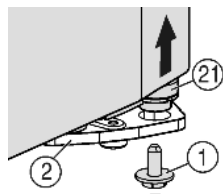
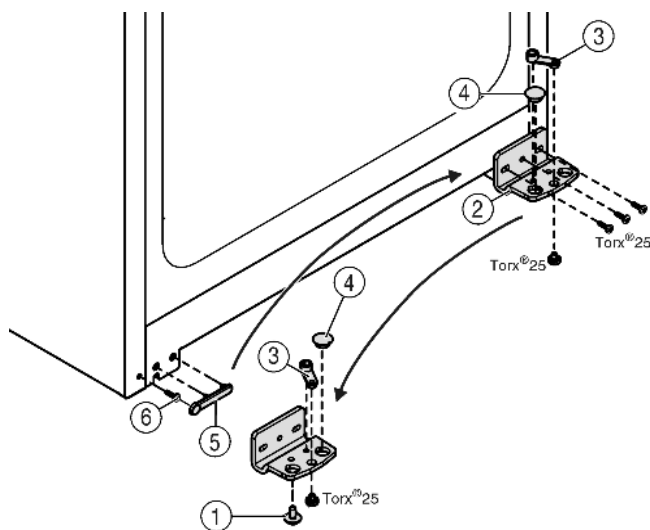

Fig. 4
Fig. 5
- ▶ Внизу справа на опорном кронштейне выкрутите фиксирующий винт *Fig. 4 (1)*.
- ▷ Опорный палец *Fig. 4 (21)* можно извлечь из опорного кронштейна *Fig. 5 (2)*.
- ▶ Если не удастся извлечь опорный палец *Fig. 4 (21)*, нажмите на него снизу.
- ▶ Открутите опорный кронштейн *Fig. 5 (2)*.
- ▶ Открутите опорную деталь *Fig. 5 (3)* и, переставив в отверстие на противоположной стороне опорного кронштейна, снова прикрутите.
- ▶ Извлеките заглушку *Fig. 5 (4)* из опорного кронштейна и переставьте ее в отверстие на противоположной стороне опорного кронштейна.
- ▶ Осторожно снимите крышку со стороны ручки *Fig. 5 (5)*.
- ▶ Выкрутите болт *Fig. 5 (6)* и вкрутите на противоположную сторону.
- ▶ Снова установите крышку *Fig. 5 (5)*.
- ▶ Снова прикрутите опорный кронштейн *Fig. 5 (2)* на новой стороне шарнира (с моментом 4 Нм). При необходимости используйте аккумуляторный шурупверт.
- ▶ Вкрутите фиксирующий винт Fig. 4 (1) внизу в опорный палец и затяните (с моментом 4 Нм).